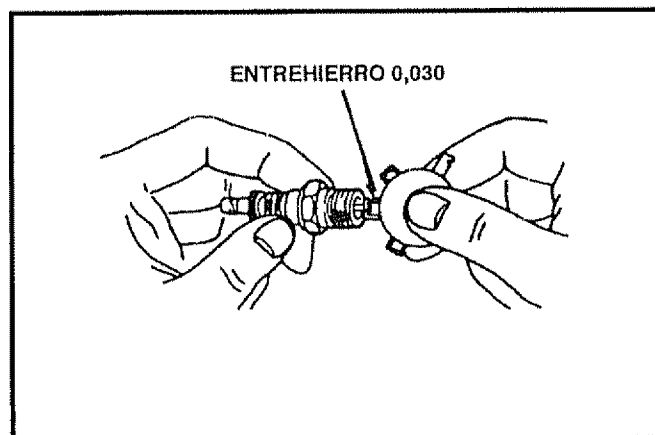

FIG. 40
- Asegúrese de que la bujía esté limpia y libre de materia extraña. Revise el entrehierro de los electrodos (Véase Fig. 40) con un instrumento medidor y restaure el entrehierro a 0,030 pulgadas si fuese necesario.